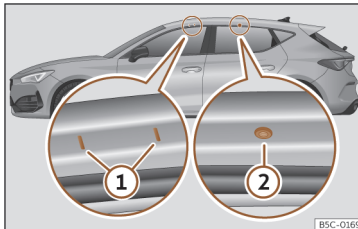

Fig. 136 Punctele de montare pentru barele de acoperiș pentru suportul pentru portbagajul de acoperiș (Leon).
Punctele de fixare față și spate ① și ② sunt vizibile doar când ușile sunt deschise»» fig. 136.